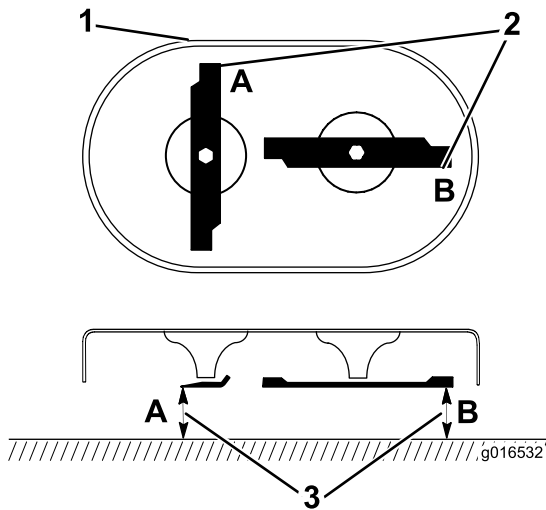

Figura 39
1. Rode as lâminas até que fiquem posicionadas como se mostra na Figura 39.
2. Meça a partir de uma superfície nivelada até às extremidades de corte nos locais A e B, (Figura 39) e anote ambas as dimensões.